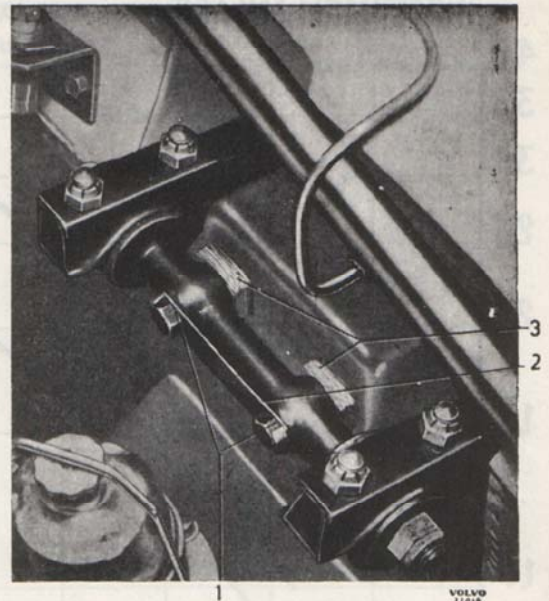
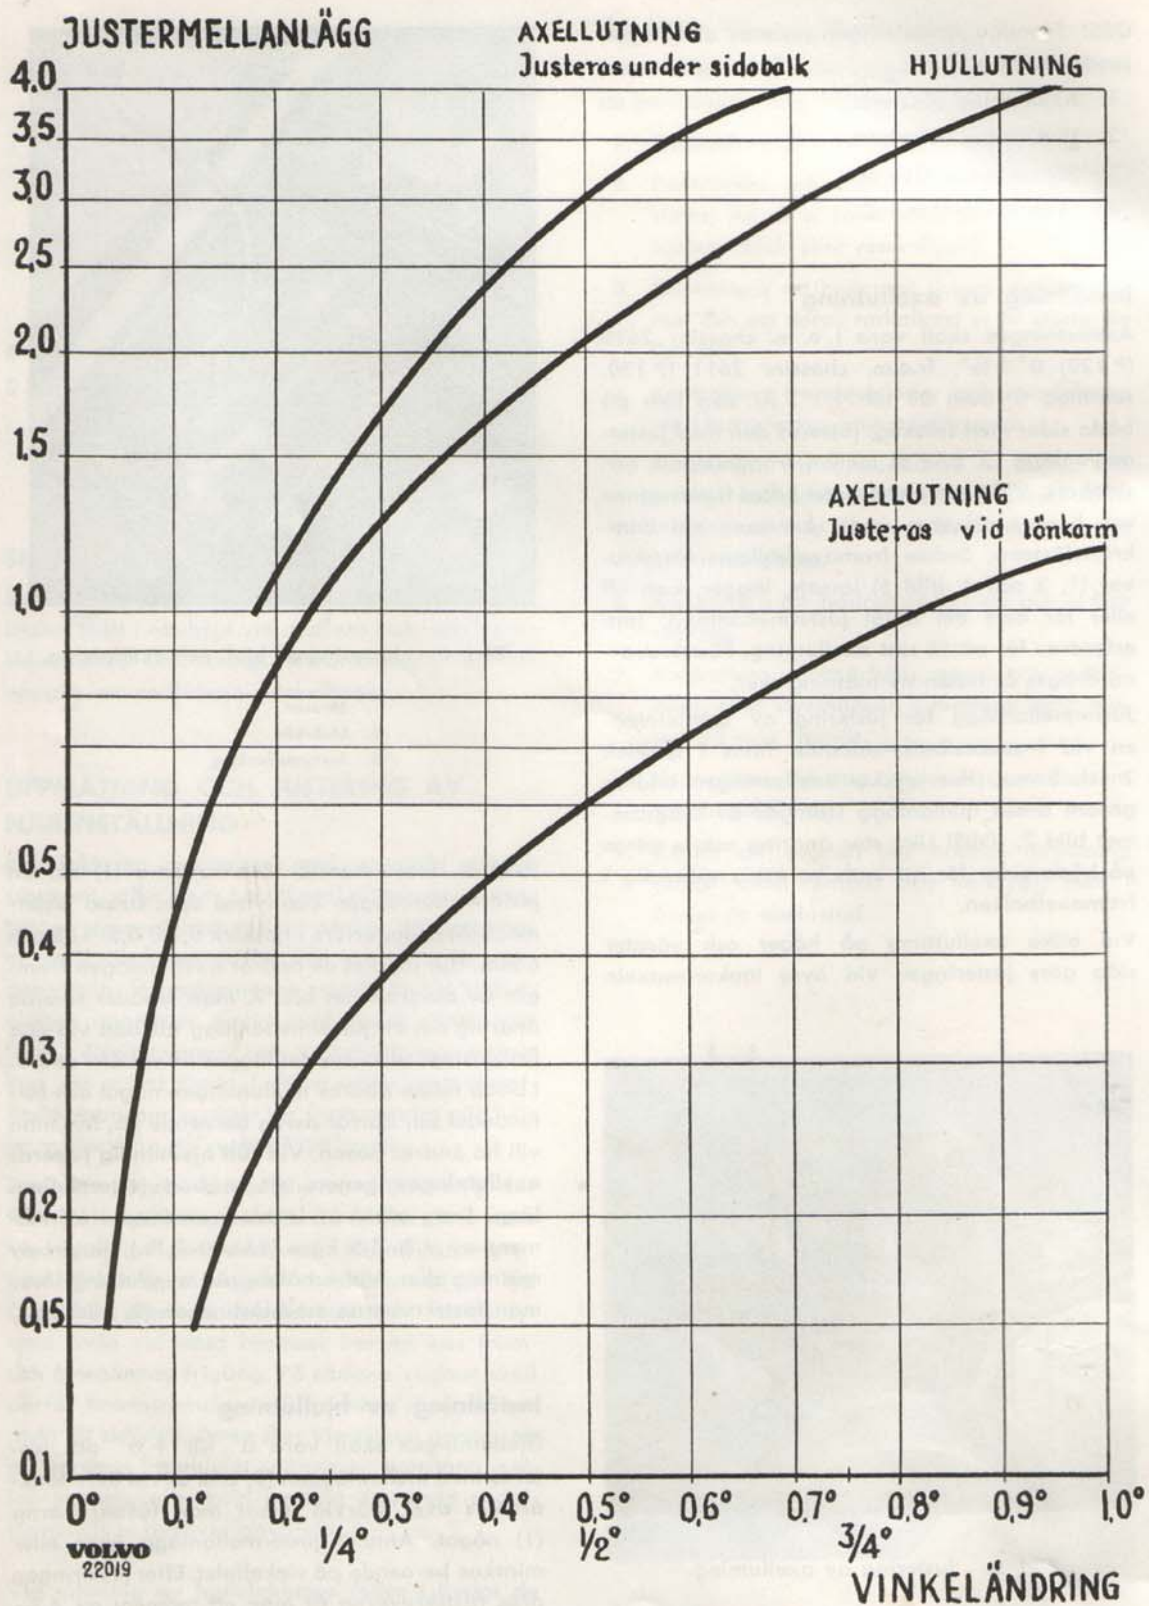

Bild 6. Justering av hjul- och axellutning.
Bild 7. Diagram för ändring av hjul- och axellutning.
Justermellanlägg för justering av axellutningen vid framaxelbalk—sidobalk finns i tjocklek 2 och 3 mm. Hur mycket axellutningen ändras genom dessa mellanlägg framgår av diagrammet bild 7. **OBS!** Lika stor ändring måste göras på båda sidor för att undvika extra spänning i framaxelbalken.
(bild 6). Lossa härvid fästskravarna (1) så, att justermellanläggen kan lyftas upp. Dessa justermellanlägg lagerförs i tjocklek 0,15; 0,5; 1; 3 och 6 mm. Hur mycket de ändrar axellutningen framgår av diagrammet bild 7. Man erhåller samma ändring om ett justermellanlägg tas bort vid ena fästskraven eller om det lägges till vid den andra. I båda fallen ändras hjullutningen något och förfarandet blir därför delvis beroende på, hur man vill ha ändrat denna. **Vid rätt hjullutning justeras axellutningen genom att ta bort justermellanlägg.** Drag alltid åt fästskravarna med ett moment av 4,8–5,5 kgm (35–40 ft.lb.), innan ny mätning sker. Vid erhållen rätt axellutning låser man fästskravarna med låsbrickan (2, bild 6).
Hjullutningen skall vara 0° till $+\frac{1}{2}^\circ$ och justeras med mellanläggen (3, bild 6) vid övre länkarmsaxeln. Därvid lossar man fästskravarna (1) något. Antalet justermellanlägg ökas eller minskas beroende på vinkelfelet. Efter justeringen dras fästskravarna åt med ett moment av 4,8–5,5 kgm (35–40 ft.lb.) och hjullutningen kontrol-
leras. Justermellanläggen lagerförs i följande storlekar: 0,15; 0,5; 1; 3 och 6 mm. Hur mycket mellanläggen ändrar vinkeln kan utläsas ur diagrammet bild 7.
Då rätt hjullutning erhållits låses fästskruvarna med låsbrickan (2, bild 6).